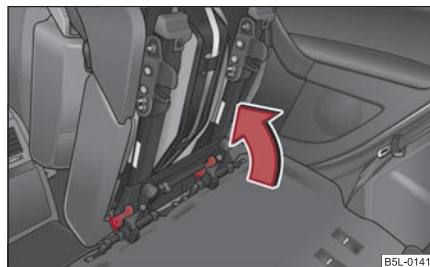

Fig. 89 Blocarea scaunului
- Blocați scaunul ⇒ fig. 89. ■
- Dacă scaunul este demontat, așezați-l mai întâi în ghidaj și apoi blocați-l ⇒ pagina 82, fig. 89. Asigurați-vă, trăgând în sus, că scaunul este blocat corect.